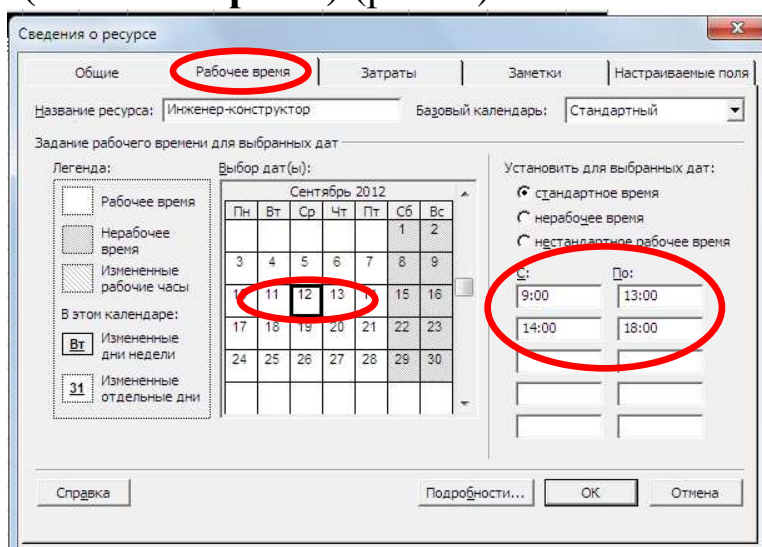

Рис. 3 – Диалоговое окно **Сведения о ресурсах (Рабочее время)**
5. Для работы с календарем необходимо из диалогового окна **Resource Information (Сведения о ресурсе)**, перейдя на вкладку **Working Time (Рабочее время)** (рис. 3).